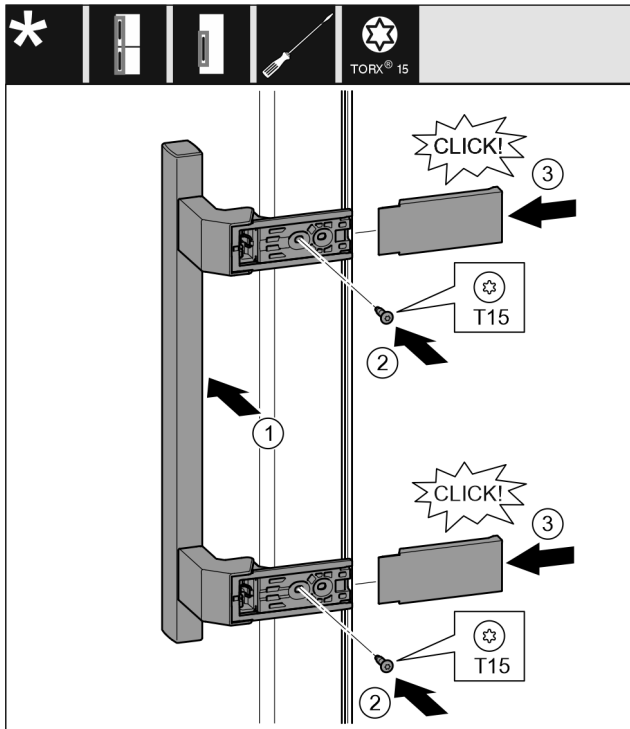

Fig. 11
- ▶ Breng het handvat aan de andere kant aan. Fig. 11 (1)
- ▶ Schroeven met schroevendraaier T15 vastschroeven. Fig. 11 (2)
- ▶ Plaats de afdekkingen op de zijkanten en schuif ze erop. Fig. 11 (3)